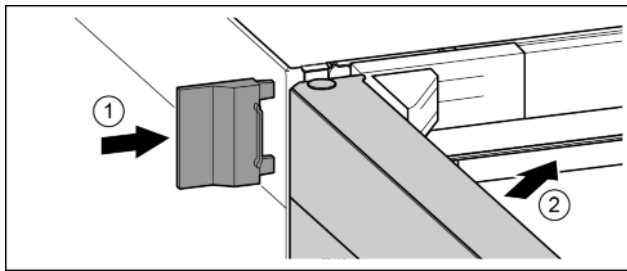

Fig. 25
- Buitenste afdekking erop schuiven. Fig. 25 (1)
- Bovenste deur sluiten. Fig. 25 (2)